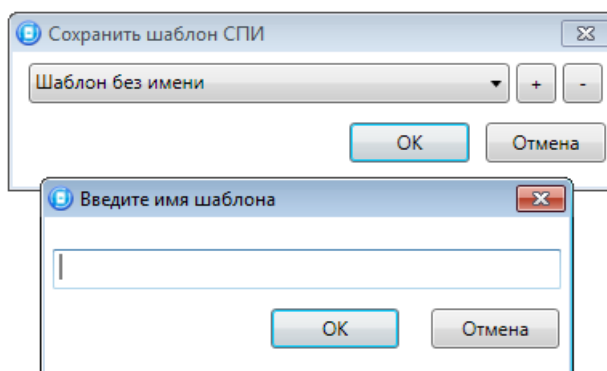

Рисунок 4.42 — Сохранение шаблона
- *Сохранить шаблон настроек:* открытие окна *Сохранить шаблон СПИ* (см. рисунок 4.42), с помощью которого может быть сохранена конфигурация ПОО контроллера в составе СПИ в качестве шаблона.